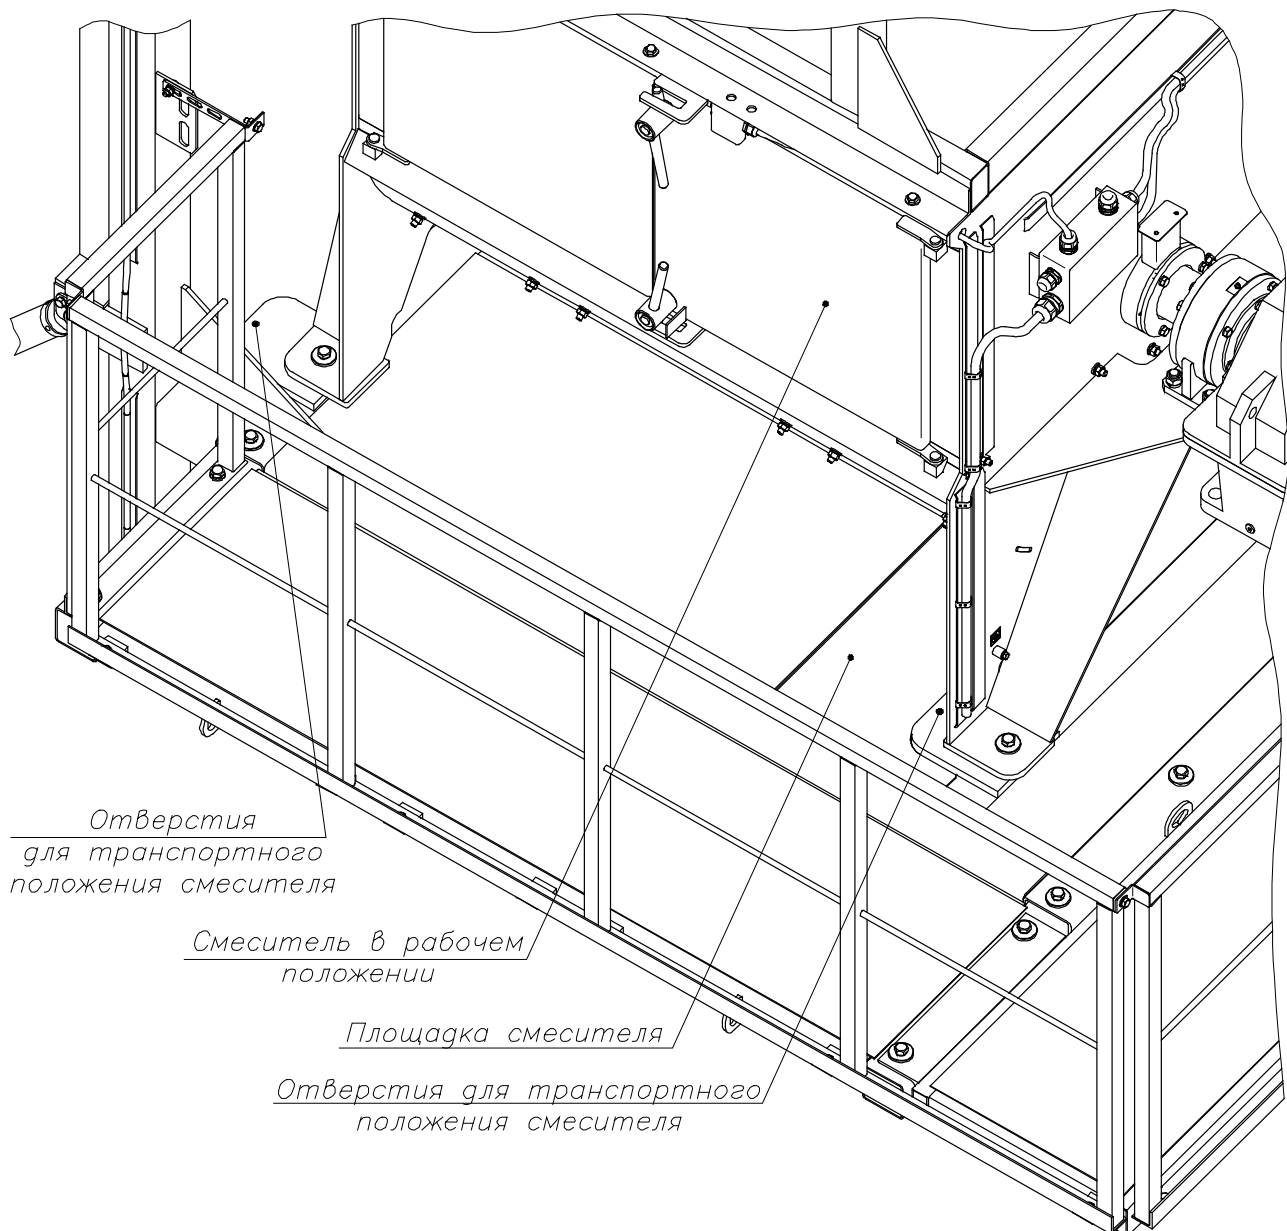

Рисунок 17. Смеситель в рабочем положении.
**ВНИМАНИЕ** в рабочем положений смеситель устанавливается на вторую от рельсовых путей скипа группу отверстий (рис. 17). Первая группа отверстий используется если при повторных транспортировках смеситель остается на площадке. При этом перед началом работы смеситель обязательно надо перевести в рабочее положение, установив его на вторую от путей скипа группу отверстий.